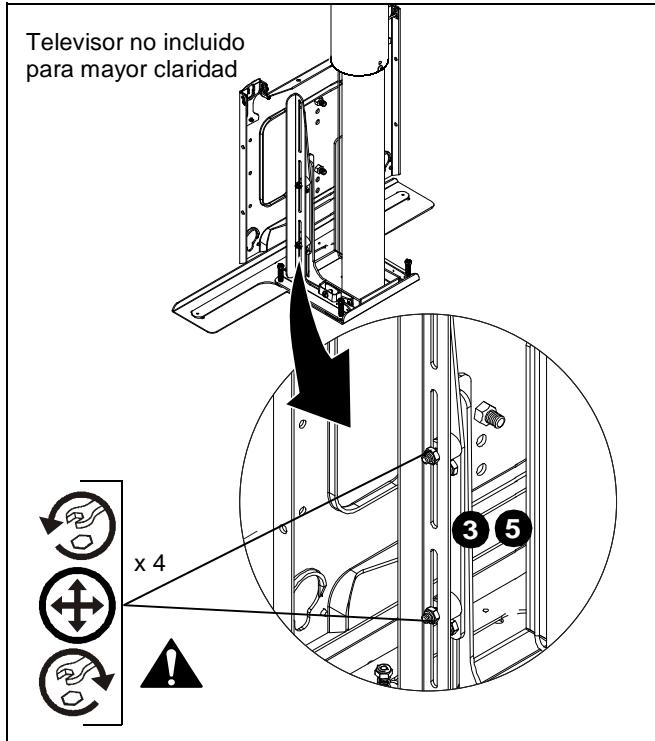

Figura 20
- Afloje las cuatro tuercas que fijan los soportes de ajuste derecho e izquierdo de la cubierta inferior al soporte de sujeción de la placa frontal. (Consulte la Figura 20).
- Ajuste las cuatro tuercas para fijar el soporte en su posición. (Consulte la Figura 20).